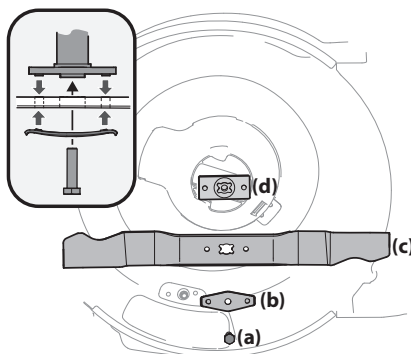

Figure 4-6
3. Retirez le boulon (a) et le support de la lame (b) qui fixent la lame et l'adaptateur au vilebrequin du moteur. Voir Figure 4-6.
4. Retirez la lame (c) et l'adaptateur (d) du vilebrequin. Voir Figure 4-6.
6. Lubrifiez le vilebrequin du moteur et la surface interne de l'adaptateur de la lame avec une huile légère. Placez l'adaptateur (d) sur le vilebrequin. Assurez-vous d'installer la lame avec le côté marqué « Grass side » (ou estampé du numéro de pièce) face au sol. Veillez à ce que la lame soit alignée et bien placée sur les brides de l'adaptateur. Voir l'encadré Figure 4-6.